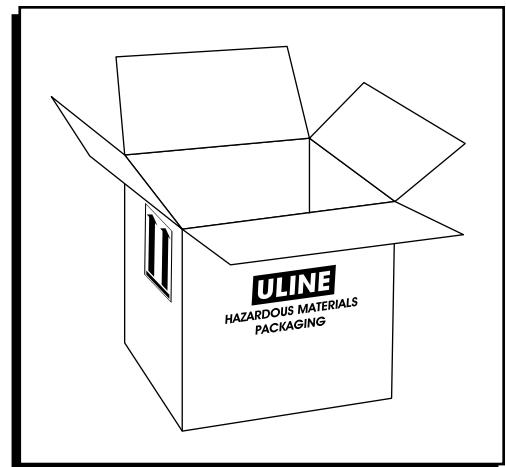

Figure 1
1. Pliez les rabats au fond de la boîte de façon à ce qu'ils se rejoignent. La certification du fabricant doit être visible à l'extérieur de la boîte. (Voir Figure 1)